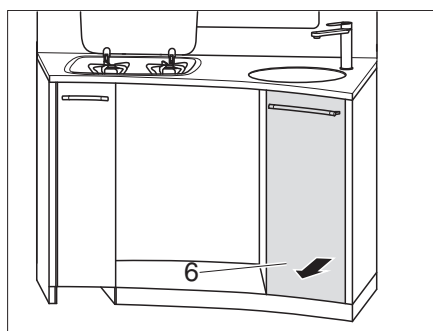

Fig. 129 Estrarre e togliere il cassetto alto della cucina
- Estrarre e togliere il cassetto alto della cucina (Fig. 129,6).